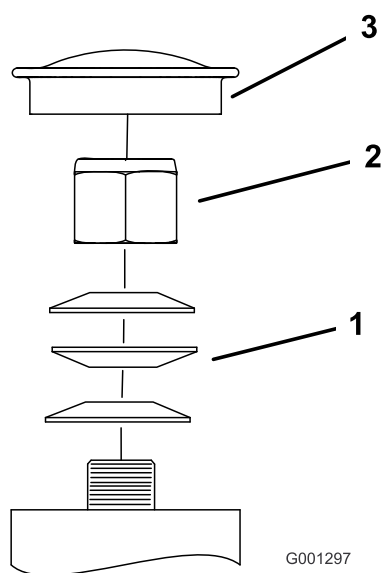

Figure 60
3. Retirez le capuchon antipoussière de la roue pivotante et serrez le contre-écrou (Figure 60).
4. Continuez de serrer le contre-écrou jusqu'à ce que les rondelles élastiques soient aplaties, puis desserrez-le de 1/4 de tour pour obtenir la précharge correcte des roulements (Figure 60).
**Important:** Veillez à placer les rondelles élastiques comme montré à la Figure 60.
5. Remettez le capuchon antipoussière en place (Figure 60).